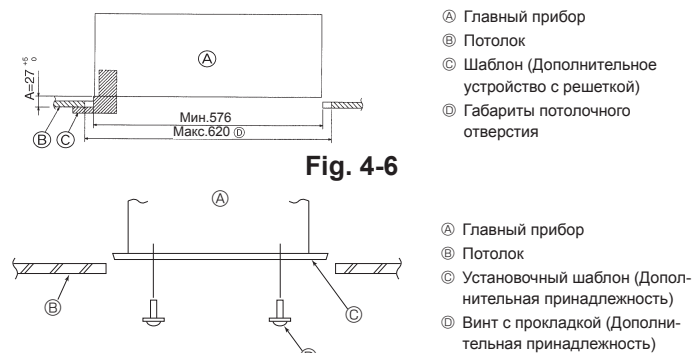

Fig. 4-6
3. Если нельзя совместить главный прибор с отверстием для навешивания на потолке, регулировка производится с помощью щели, имеющейся на плите для навешивания прибора. (Fig. 4-6)